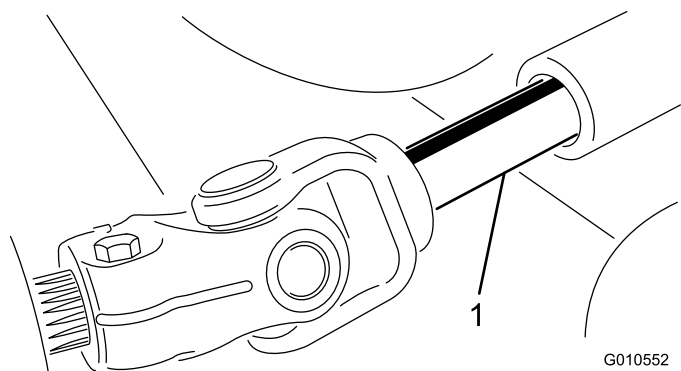

**Figura 24**
4. Rimuovete le coppiglie e i perni con testa che fissano i bracci di sollevamento alle staffe dei bracci delle ruote orientabili (Figura 24).